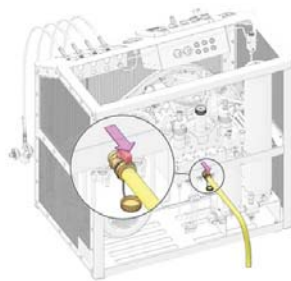

Рисунок 33—слив масла
- открыть сливной шаровой кран (рис.33), слить масло и закрыть кран;